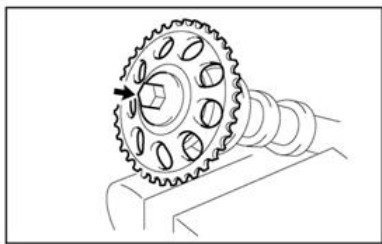

Рисунок II-176
14. Используйте тиски, чтобы зажать распределительный вал впускных клапанов и одеть болт со звездочкой механизма газораспределения. ((см. Рисунок II-176)